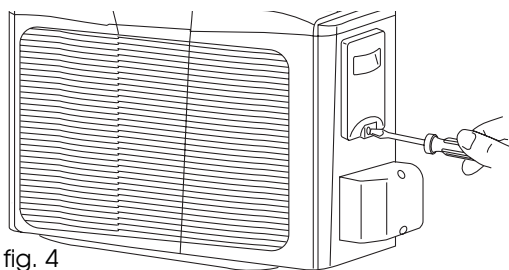

fig. 4
- 2) Rimuovere la protezione dei collegamenti elettrici situata sull'unità esterna svitando l'apposita vite. (Fig.4)